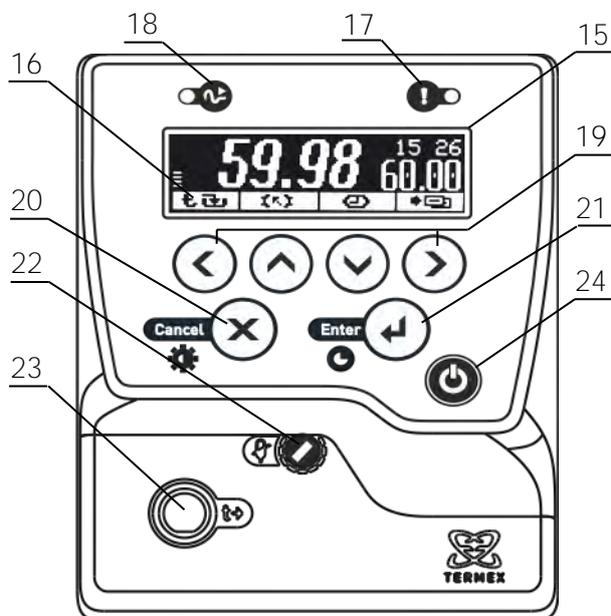

Рисунок 2 – Лицевая панель
Система безопасности блоков регулирования отключает двигатель насоса и нагреватель при срабатывании хотя бы одной из защит или неисправности датчика температуры (1.2.13). При срабатывании системы безопасности раздается звуковой сигнал, загорается индикатор 17 (рисунок 2) и на дисплей 15 выводится информация о причине неисправности.
2.3.1 После подключения сетевого кабеля к электрической сети блок регулирования переходит в режим ожидания. Подключение сопровождается кратковременной подсветкой дисплея 15 (рисунок 2).
2.3.6 Для регулировки яркости подсветки или контраста дисплея нажать кнопку 20 (X), выбрать изменяемый параметр кнопками (▲) и (▼) и установить его значение кнопками (◀) и (▶). Зафиксировать изменение нажатием кнопки 21 (↔) (рисунок 2).
2.7.6 Для выбора уставки в качестве текущей кнопками (▲) и (▼) подвести к ней указатель. Значение отмеченной указателем уставки дублируется крупными цифрами в правой части дисплея. Для подтверждения выбора отмеченной уставки нажать кнопку 21 (◀). Для отмены выбора нажать кнопку 20 (✕) (рисунок 2).
2.7.7 Для изменения численного значения отмеченной указателем уставки нажать кнопку (▶). На рамке, обрамляющей значение уставки в правой части дисплея, появятся «засечки», указывающие на изменяемую позицию в численном значении. Цифра в отмеченной позиции мигает. Нажатиями кнопок (▲) и (▼) установить требуемую цифру в отмеченной позиции. Если удерживать кнопку нажатой, значение уставки будет изменяться непрерывно. Нажатиями кнопок (◀) и (▶) переместить отметку изменяемой позиции. Дискретность изменения значения уставки зависит от положения изменяемой позиции: если отмечена позиция десятков, то при единичном нажатии кнопки (▲) или (▼) значение уставки изменится на 10 °С. Если отмечена позиция десятых долей, то значение уставки изменится на 0.1 °С соответственно. Закончить ввод нового значения уставки нажатием кнопки 21 (◀). Для возврата к значению уставки до ее изменения нажать кнопку 20 (✕) (рисунок 2).
2.8.3 При срабатывании защиты раздается звуковой сигнал и загорается красный индикатор срабатывания системы безопасности 17 (рисунок 2). Работа насоса и нагревателя будет блокирована. На дисплее отобразится текущее состояние системы защит.